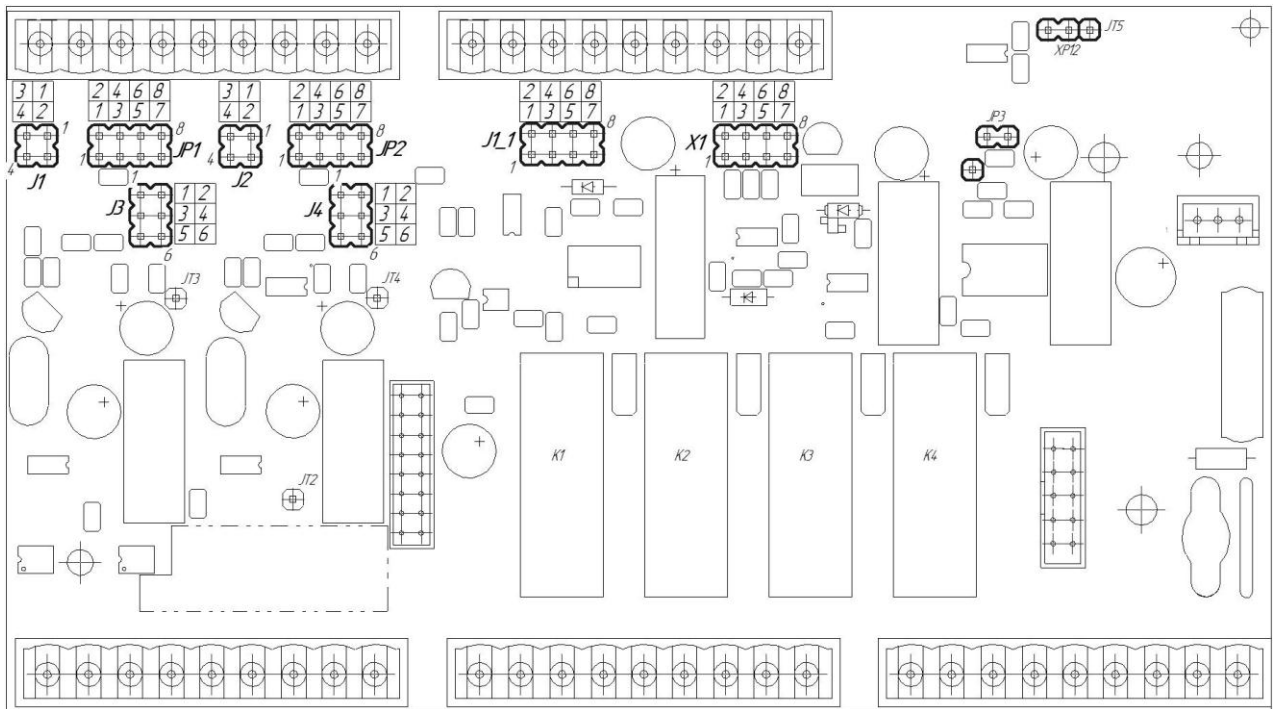

Рисунок 4.6 – Положение перемычек на плате входов
- установить положение переключателей на модуле универсальных входов в положение согласно выбранного типа входного сигнала (таблица 4.9.1, рисунок 4.6).
Диапазон аналоговых выходов АО1 и АО2, настраивается перемычками X1 и J1\_1 (см. рисунок 4.6) на модуле универсальных входов/выходов. Типы выходного сигнала и соответствующие положения перемычек приведены в таблице 4.9.2.